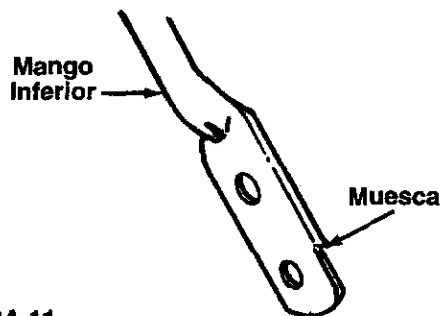

FIGURA 11.
- Gire el mango inferior para que la muesca se dirija hacia el frente como se demuestra en la figura 11. Vuelva a montarlo, colocando los agujeros inferiores del mango sobre los pernos de los soportes.